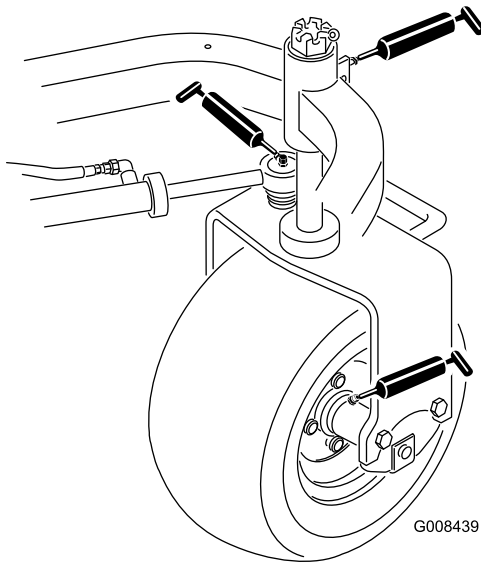

Figura 26
- Butuc roată spate (1) (Figura 26)
- Rulment cu rolă (1) (Figura 26)
- Cilindru de direcție (2) (Figura 26)